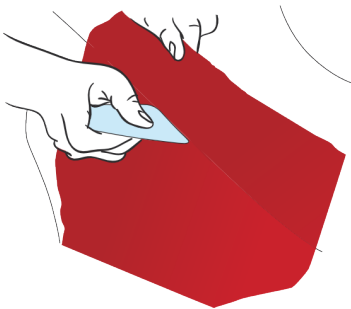

Figure 28
- › Marquer les contours de la pièce : décoller le vinyle de la pièce adjacente et emmener le dans le creux à l'aide de la raclette, afin de bien marquer le bord du joint. (FIG. 28)